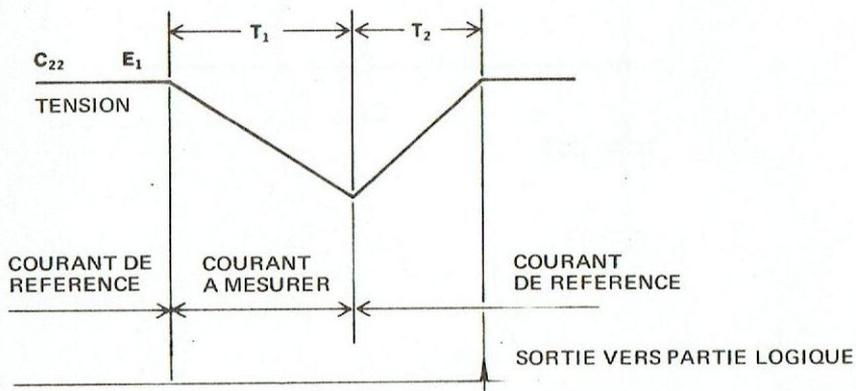

Figure 4-7 FORMES D'ONDE ET SYNCHRONISME DU CONVERTISSEUR A/N
**4.32.** Le détecteur de zéro est un comparateur dont l'impédance est très grande quand la tension aux bornes de C22 est inférieure au niveau E1. Quand cette tension s'élève au dessus du niveau E1, l'impédance du détecteur de zéro devient très faible, et celui-ci détourne à travers lui le courant de référence, maintenant donc la tension au niveau E1. Les circuits du détecteur de zéro signalent la faute à la partie logique quand la tension aux bornes de C22 commence à tomber en dessous de E1. Ils envoient également une impulsion aux circuits logiques quand la tension est remontée au niveau E1. La figure 4-7. montre le synchronisme et la forme des ondes.